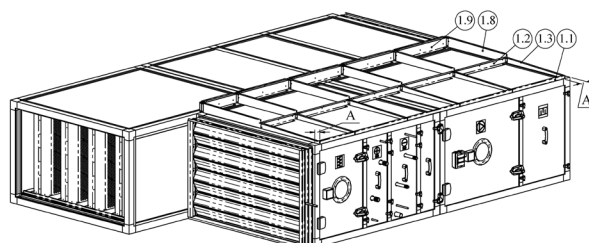

Abbildung 7.1
1. Die Halterungen 1.1, 1.2, 1.3, 1.3, 1.8 und 1.9 mit Schrauben (5.0) verbinden. Die zusammengesetzte Unterkonstruktion muss entsprechend der Länge der Einheit zentriert sein, der Abstand A muss auf beiden Seiten gleich sein, wie in Abbildung 7.1 dargestellt.